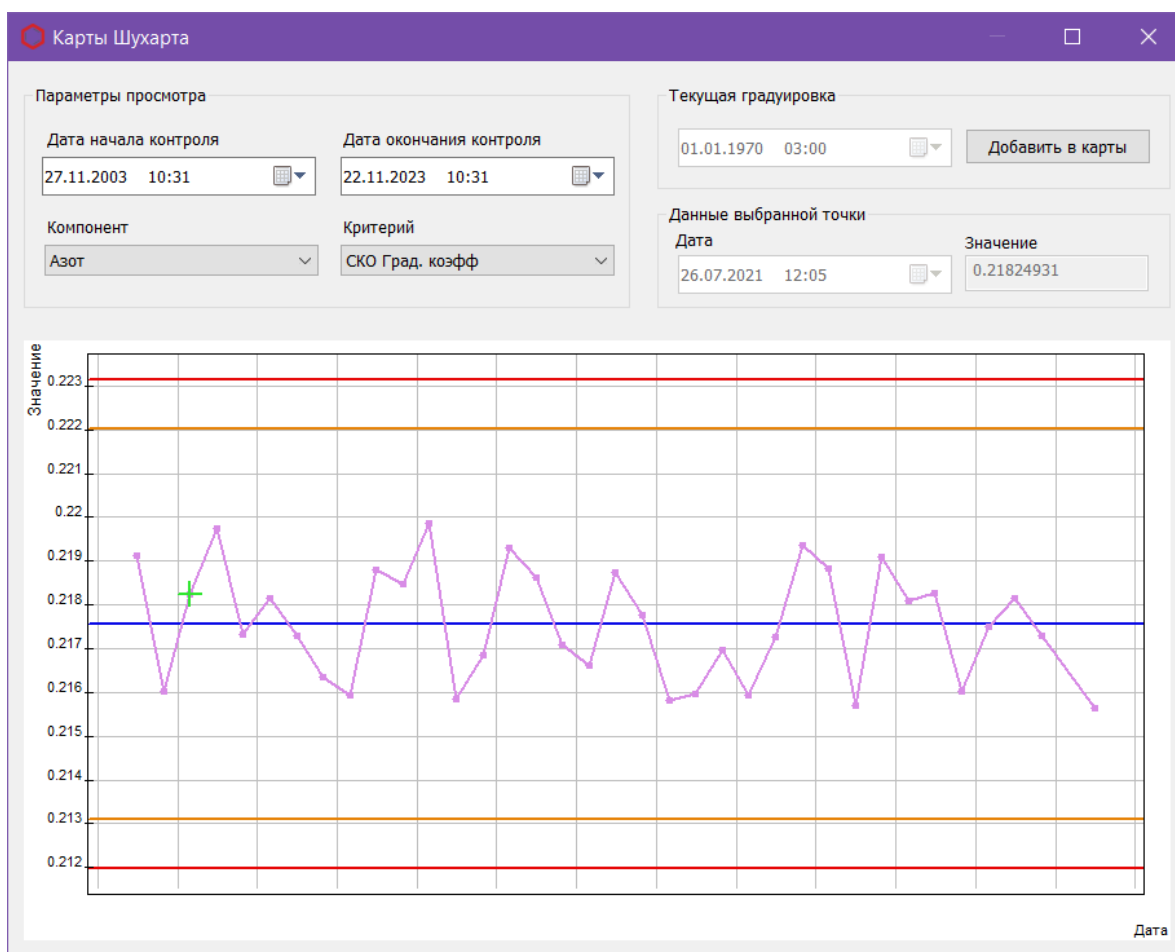

Рис. 7. Окно «Карты Шухарта»
1. В основном окне программы нажмите **Карты Шухарта**. Откроется окно *Карты Шухарта* (Рис. 7).